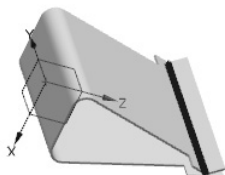
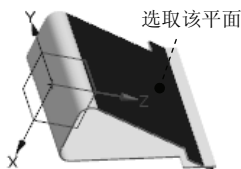
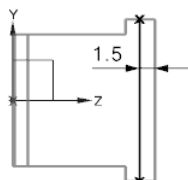

图 4.8.12 “折弯”特征 3
图 4.8.13 选取草图平面
图 4.8.14 折弯线
Step6. 创建图 4.8.12 所示的“折弯”特征 3。选择下拉菜单 **插入(S)** → **折弯(B)** → **折弯(B)...** 命令，系统弹出“折弯”对话框；单击 按钮，系统弹出“创建草图”对话框，选取图 4.8.13 所示的平面为草图平面，绘制图 4.8.14 所示的折弯线，完成后退出草图环境；在“折弯”对话框 **折弯属性** 区域下的 **角度** 文本框中输入折弯角度值 50；单击“反侧”按钮 ，反转折弯侧；在 **内嵌** 下拉列表中选择 **折弯中心线轮廓** 选项；在 **折弯参数** 区域中单击 **折弯半径** 文本框右侧的 按钮，在弹出的菜单中选择 **使用本地值** 选项，然后在 **折弯半径** 文本框中输入折弯半径值 0.2；单击 **确定** 按钮，完成特征的创建。